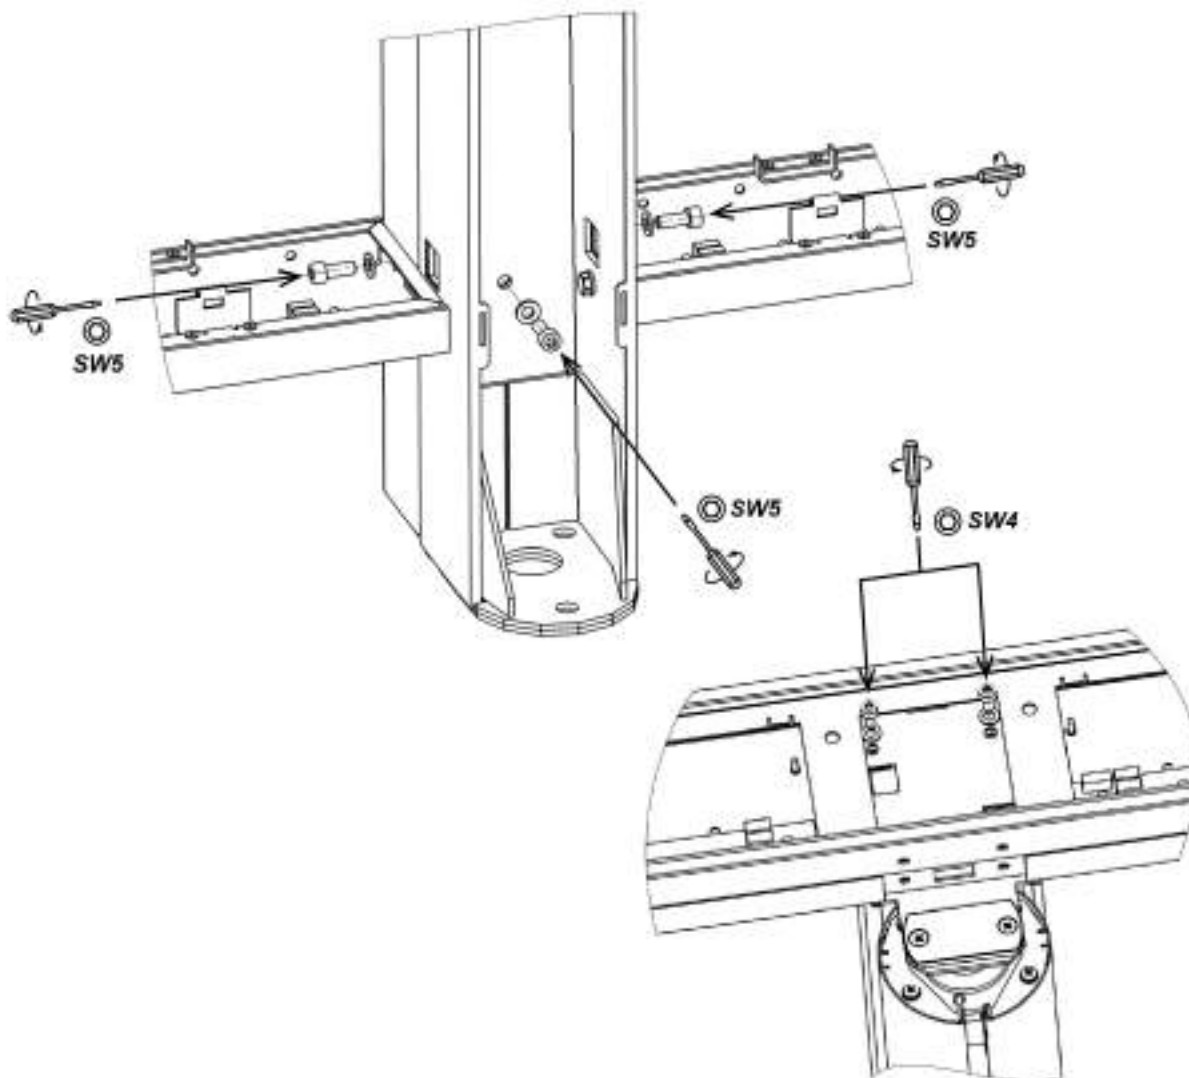

Рисунок 30. Демонтаж задней панели центральной стойки
1. Снимите верхнюю крышку секции (10) (см. разд. 8.9.6) и две защитные пластины.
2. Снимите блок индикации на центральной стойке (3) (см. разд. 8.9.5).
3. Снимите кожух створки (4) (см. разд. 8.9.4).
4. Снимите кожух центральной стойки (5) (см. разд. 8.9.1).
5. Снимите обе крышки нижнего короба (14) (см. разд. 8.9.7).
6. Для секции **PERCo-ST-01**: Снимите заднюю панель центральной стойки (6). Для этого открутите 2 винта М6×16 (под шестигранный ключ SW5) в нижних коробах, один винт М6×16 (под шестигранный ключ SW5) в нижней части центральной стойки и два винта М5×12 (под шестигранный ключ SW4) в верхнем коробе (см. рис. 30).